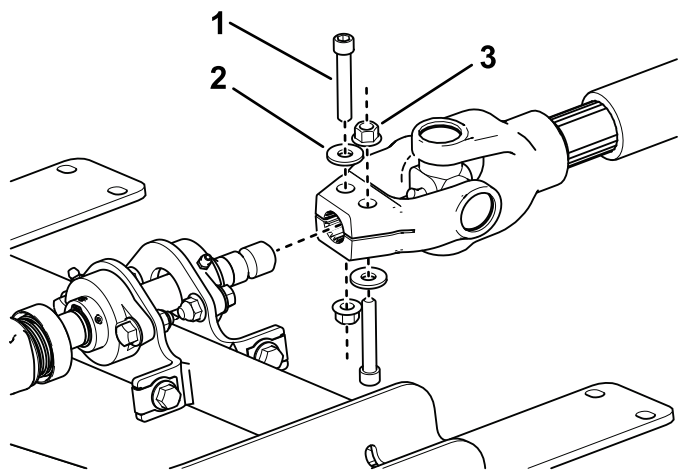

図 14
6. 3トラクションユニット側の準備 (ページ 8) で取り外した PTO 取り付け用のパーツを使用して、トラクションユニットの PTO シャフトを取り付けプレートアセンブリのスプライン付き接続用シャフトに図 14 のように固定する。